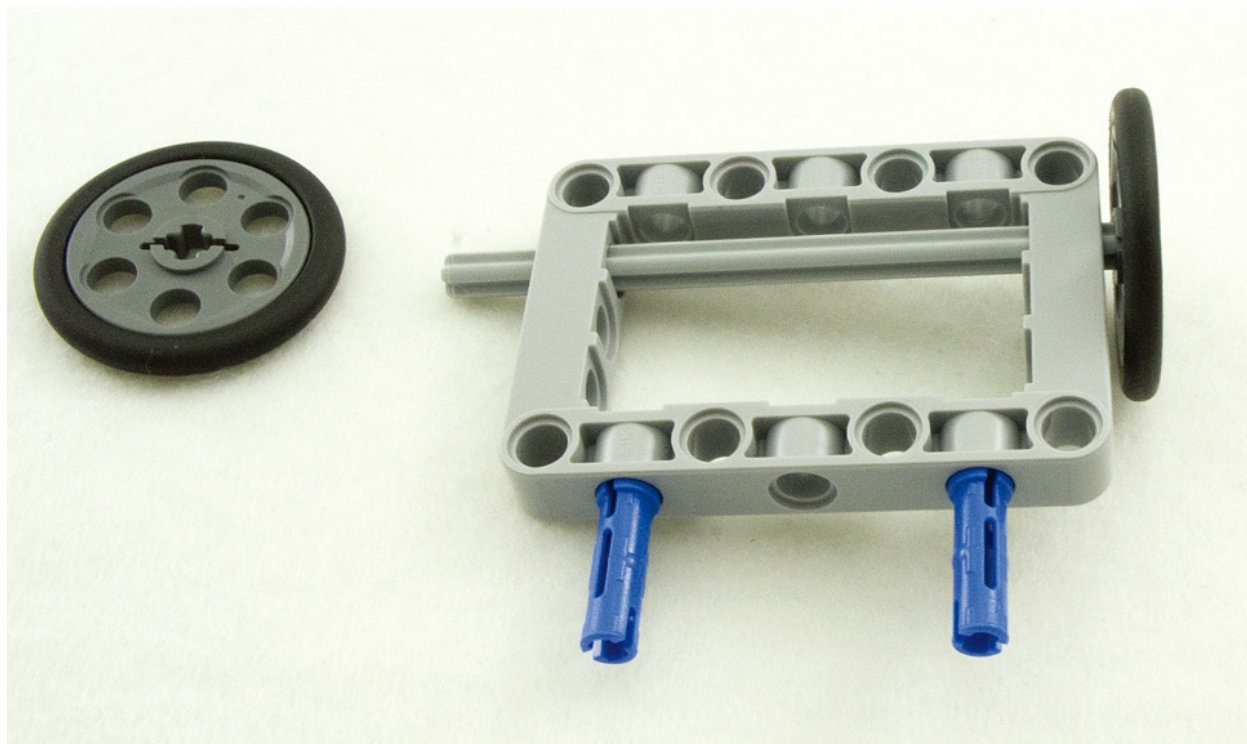

图6.2 安装轮子和销
**2.** 用轴将轮子安装到孔梁框架上（如图6.2所示），用一根轴连接可以让妥善安装的轮子速率一致地旋转。